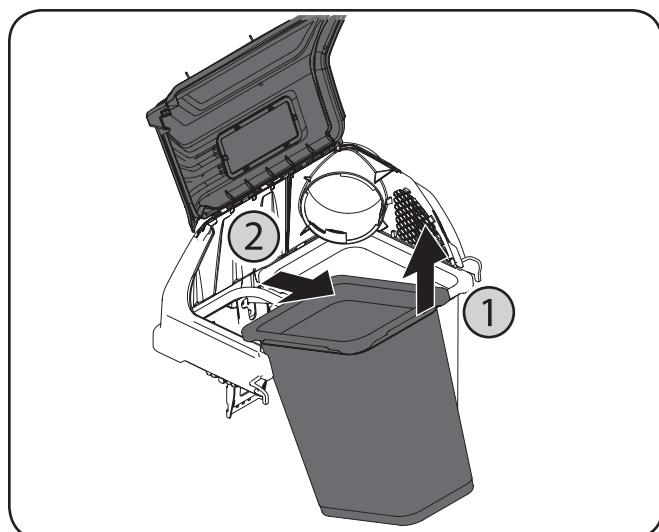

Figure 2
3. Retirez les sacs à herbe en les soulevant et en déplaçant les sacs (1) loin de l'assemblage du support de sac (2). Consultez la Figure 2.